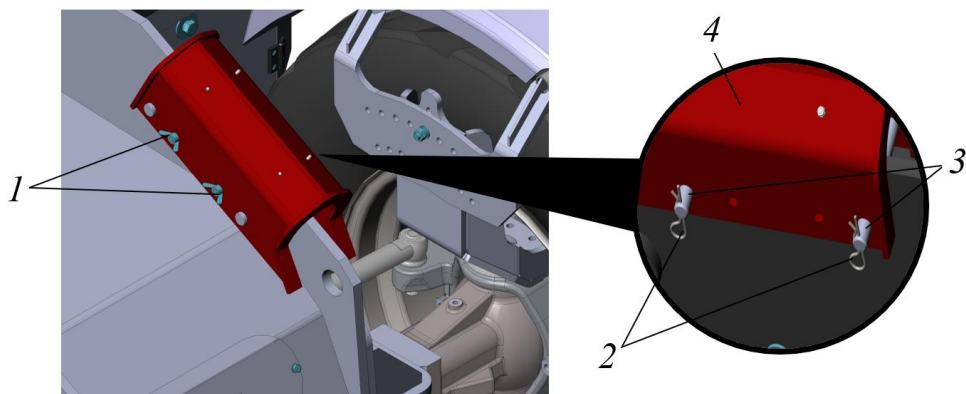

Рисунок 5.5. Стопор стрелы
- ▶ Открутить 2 гайки-барашек поз. 1, извлечь шплинты поз. 2, демонтировать пальцы 3, снять стопор стрелы 4, рис. 5.5.